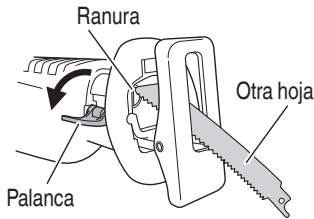

Fig. 12
- (1) Si una parte de la hoja de sierra rota sobresale de la pequeña hendidura del sujetador de la hoja, saque la parte saliente y extraiga la hoja.
- (2) Si la hoja de sierra rota se encuentra oculta dentro de la pequeña hendidura, enganche la hoja rota utilizando la punta de otra hoja de sierra y extraígalas. (Fig. 12)